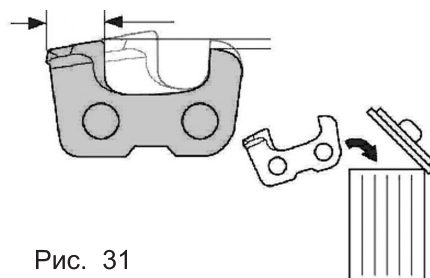

Рис. 31
3. Следите за тем, чтобы режущая кромка все зубьев пильной цепи, с обеих сторон, была бы после заточки до одной и той же длины. В противном случае, заточенную цепь при пилении, будет «уводить» вправо или влево. Если длина режущей кромки зуба уменьшилась до 4 мм (рис. 31), пильная цепь считается изношенной и подлежит замене.